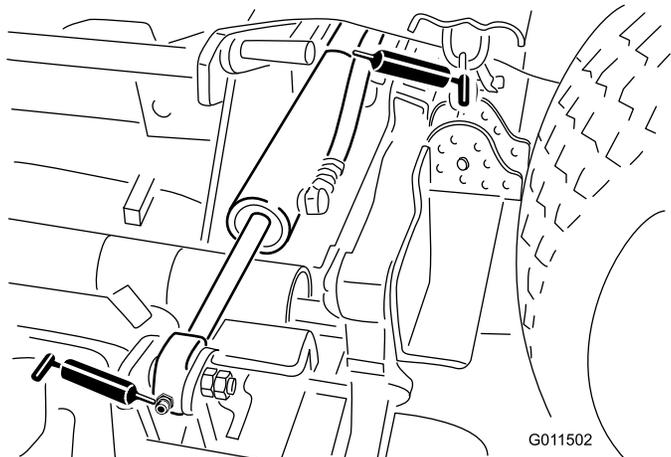

Figura 44
Cilindro di sollevamento laterale (4) (Figura 44).